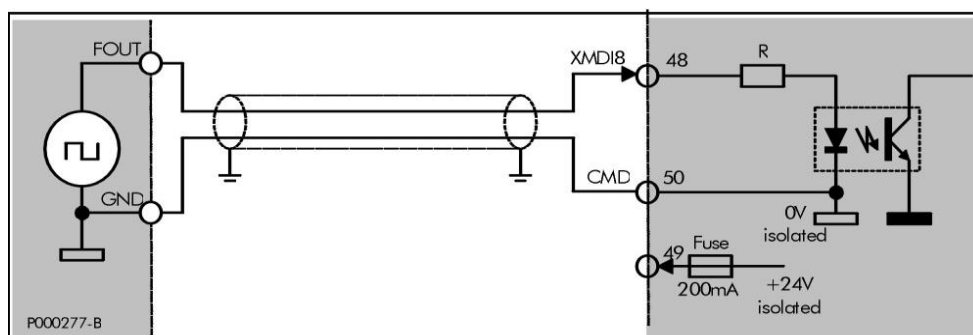

Figura 127: Segnale fornito da una uscita in frequenza Push-pull a 24V
Il segnale deve essere fornito da una uscita Push-pull a 24V con riferimento comune al morsetto CMD (50) come mostrato in Figura 127.